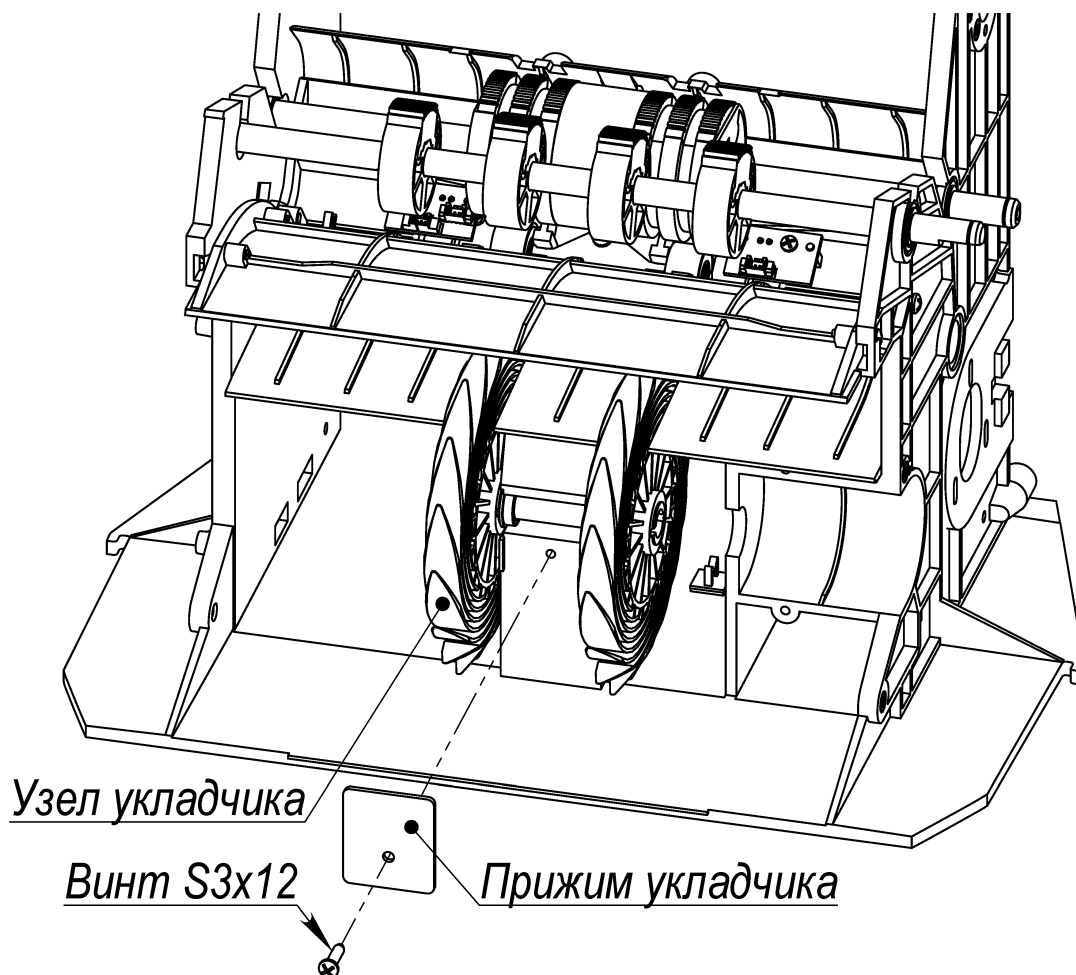

Рис. 67
8.18.1 Вывинтить винт S3x12 N0092 крепления прижима укладчика к каркасу, снять прижим укладчика, снять узел укладчика (Рис. 67).